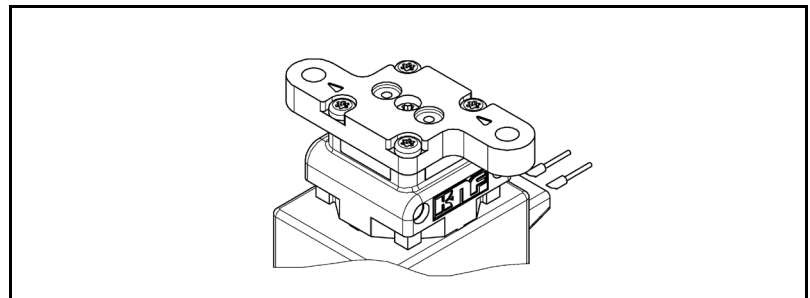

Fig. 11: Pumpenkopf mit Flanschbefestigungs-Anschluss
- Flanschbefestigung mit O-Ring (Fig. 11)